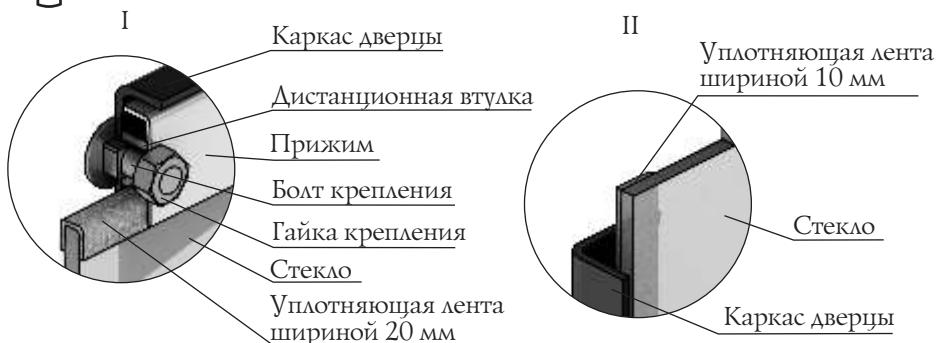

Рисунок 10. Крепление светорозрачного экрана дверцы модели «Люмина»
1. Открутите две гайки, фиксирующие прижим (рисунок 10.I), и демонтируйте его и дистанционные втулки.
3. Возьмите новое стекло, если на нем нет уплотняющих лент, наклейте их: лента шириной 20 мм наклеивается сверху и снизу стекла «П»-образно (рисунок 10.I),
лента шириной 10 мм наклеивается вертикально, вдоль боковых сторон стекла (рисунок 10.И).
4. Вставить стекло в упор, при этом лента наклеенная с боковых сторон (вертикальная) должна быть зажата между стеклом и каркасом дверцы (рисунок 10.ИI).
*ВНИМАНИЕ! Гайки крепящие прижим накручиваются на болты крепления через дистанционные втулки (рисунок 10.I).*